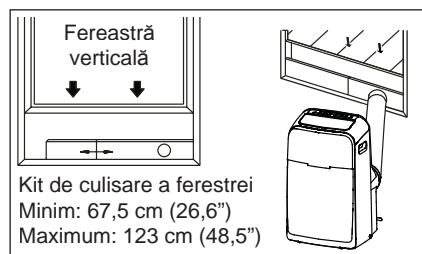

Fig. 9a
6. Prindeți adaptorul B de la kitul de culisare a ferestrei și etanșați-l. (Fig. 9a & 9b)